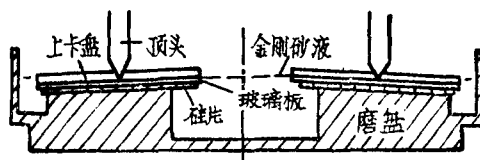
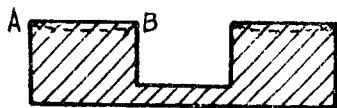

图1 研磨部分示意图。
图 2
用顺转式磨片机磨一板硅片，面积为 78×78 毫米²，其边缘比中心薄0.01毫米以上。而本磨片机为保证磨片的精度，使磨盘研磨面的半径倾斜 1° （见下表和图1），这样，磨 $\phi 120$ 毫米的一板硅片，中心与边缘就能一样厚（经北京市计量管理处检定， $\phi 120$ 毫米的一板硅片，表面的平直度在0.001毫米之内）。研磨面半径的倾斜度与研磨 $\phi 120$ 毫米玻璃板中心与边缘厚薄的关系如表1：
(2) 让研磨面半径上的线段 AB (见图 1 和图 2) 小于上卡盘直径。如果 AB 等于或大于上卡盘直径，则研磨面会磨成如图 2 虚线所示的形状。
七、M34 反转式磨片机的部分参考图，如附图 1、2、3、4、5。
附图 1、平面研磨机总图：